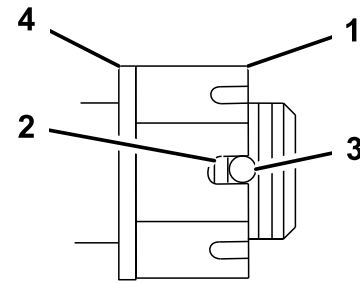

Figure 47
4. Serrez l'écrou crénelé à 170 Nm (125 pi-lb) (Figure 47).
5. Mesurez l'espace entre la base de la fente de l'écrou et le bord intérieur du trou. On ne doit pas voir plus de deux filets (Figure 47).
7. Serrez l'écrou crénelé à 170 Nm. (125 pi-lb) Figure 47
8. Serrez l'écrou jusqu'à ce que la série de fentes suivante soit en face du trou de l'axe (Figure 47).